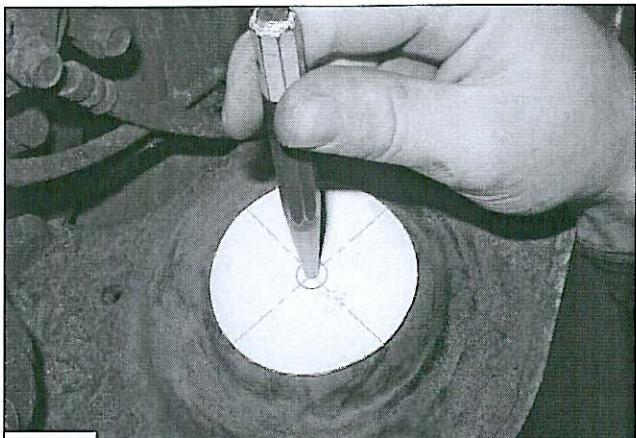

fig. 1
- Platzieren Sie der Bohrer Schablone (Beilage 49.21-A) in der mitten auf die untere Hauptfederteller. Setzen Sie ein center in das mitten von der Zirkel und Bohren Sie dort eine Loch von $\varnothing 11\text{mm}$. Siehe Fig. 1 und 2. Sie Brauchen Federteller **B** mit dem kleinstem Durchmesser.
- Placez le gabarit (page 49.21-A) sur la coupelle inférieure pointez le centre du cercle du gabarit et forez un trou de ø 11mm. Voir fig. 1 et 2. Utilisez la coupelle B avec le petit diamètre.